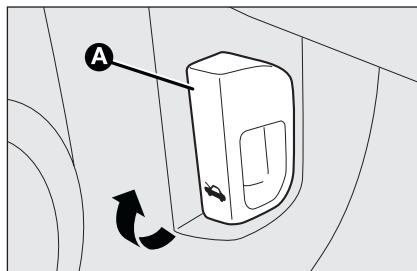

fig. 85
- ☐ tire la palanca **A-fig. 85** en el sentido indicado por la flecha;